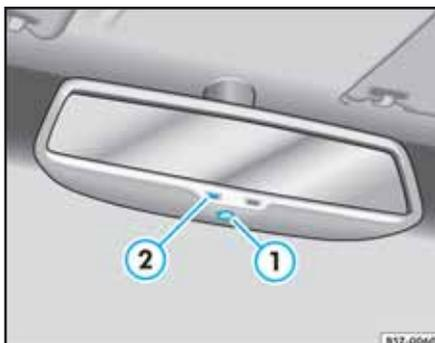

Fig. 81 Detalle del interruptor del espejo con antideslumbrante Automático
- Presione el interruptor ⇒ fig. 81 ① para encender o apagar el antirreflejante automático²⁶⁾.
- Con la ignición activada, el espejo interno oscurece *automáticamente* en función de la incidencia de la luz. Al colocar la marcha en reversa, el espejo retorna a la posición inicial. Mientras el sistema antideslumbrante automático este encendido, encenderá la luz indicadora ⇒ fig. 81 ②.